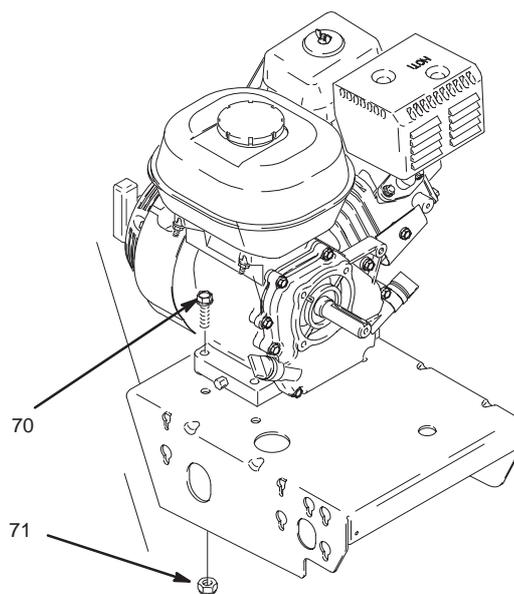

Fig. 13
3. Fig. 13. Saque las dos contratuercas (71) y los tornillos (70) de la base del motor.
2. Fig. 13. Instale los dos tornillos (70) en la base del motor y sujételo con las dos contratuercas (71). Apriete a un par de 22,6 N.m.